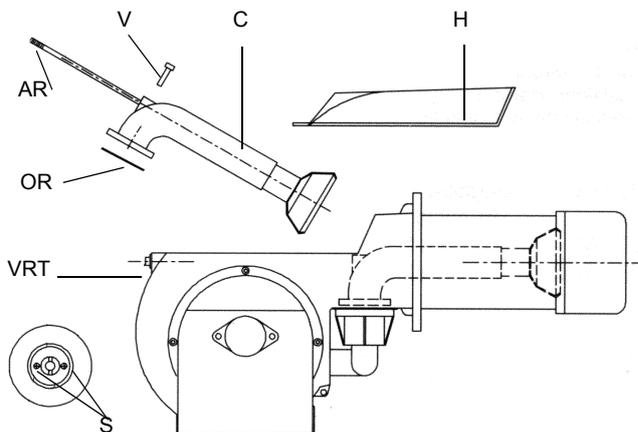

Рис. 31
- Открутить винты **V**, которые блокируют коллектор газа **C**, ослабить две соединительные детали **B** на Рис. 32, и вынуть весь узел в комплекте, как это указано на Рис. 31.